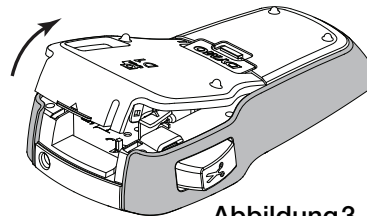

Abbildung 3
- 1 Heben Sie den Kassettendeckel an, um das Etikettenfach zu öffnen. Siehe Abbildung 3.